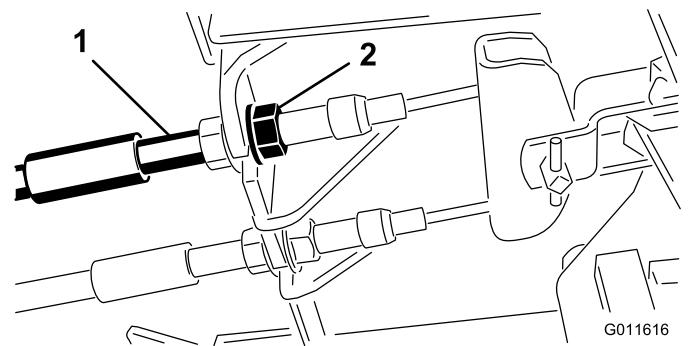

Рисунок 63
1. Чтобы уменьшить свободный ход тормозных педалей, затяните тормоза, ослабив переднюю гайку на резьбовом конце троса тормоза (Рисунок 63).